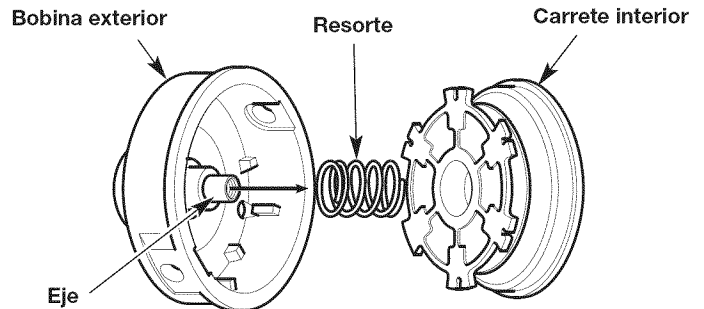

Fig. 16
3. Saque el carrete interior de la bobina exterior (Fig. 16).
4. Saque el resorte del carrete interior (Fig. 16).